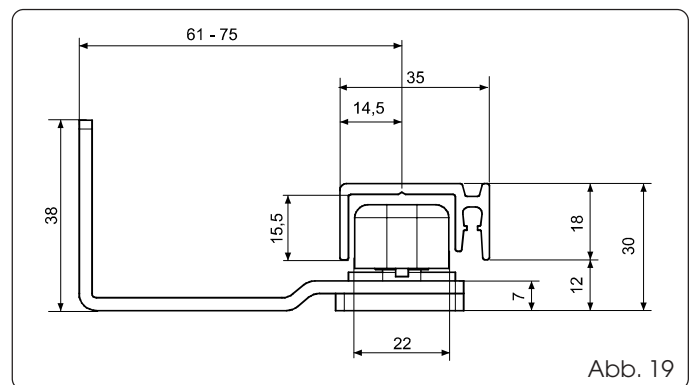

Abb. 19
- Bei der selbsttragenden Version wird der Einsatz des Gleitschuhs aus Abb. 19 empfohlen.